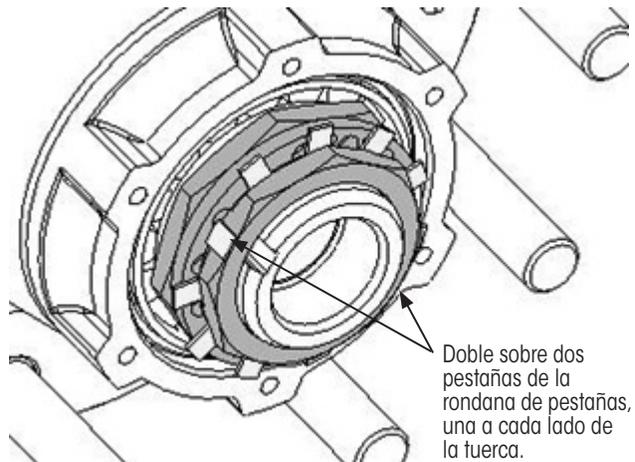

Figura 18: Ensamble de sistema de tuerca de 4 piezas (solo espiga HN)
- B. Tuerca de **4 piezas** - **doble** sobre dos pestañas de la rondana de pestañas en lados opuestos de la tuerca, como se muestra en la Figura 18.
3. Si es de cuatro piezas, asegúrese de que dos pestañas estén plegadas como se muestra en la Figura 18.